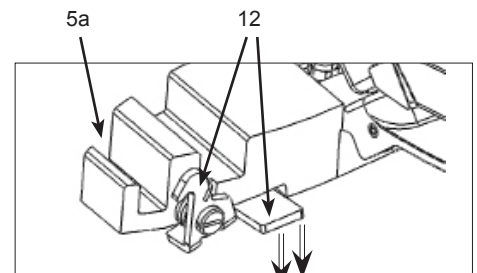

Abb. 6 / fig. 6 Zweite Torsicherung / Second barndoor catch
- Zweite Torsicherung (12, Abb. 6) zuerst öffnen, Zubehör, wie z.B. Flügelort, in vorderen Einschub (5a) einsetzen und anschließend zweite Torsicherung wieder loslassen. Zubehör einfach in den entsprechenden Einschub einsetzen.
- Open bottom bracket (12, fig. 6), insert accessories into front position (5a), e.g. barndoor, and then release the catch.